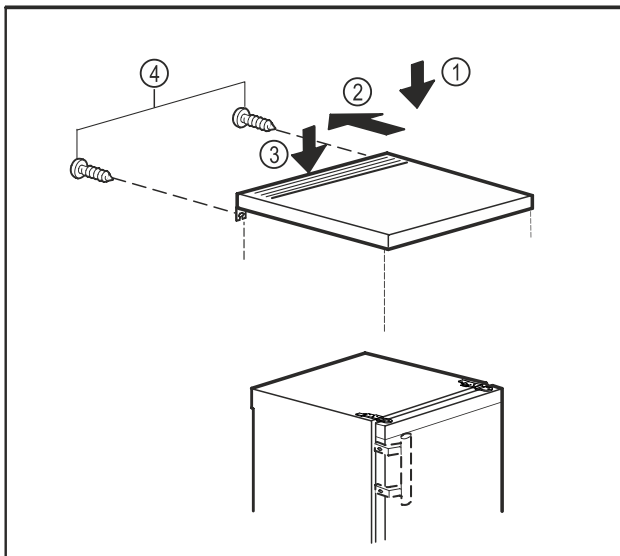

Fig. 11
- Plaats het tafelblad op het apparaat. Fig. 11 (1)
- Duw het tafelblad naar achteren. Fig. 11 (2)
- Druk het tafelblad aan de achterkant naar beneden. Fig. 11 (3)
- Draai de schroeven aan de achterkant vast. Fig. 11 (4)